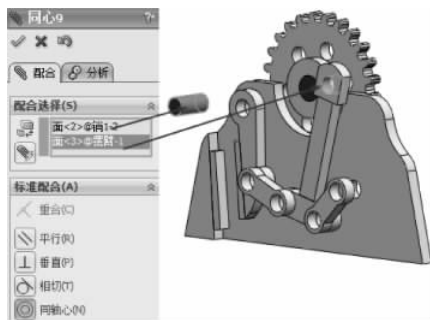

图 3-153 同轴心配合
(16) 选择【标准配合】选项组下的【同轴心】配合类型 , 在【要配合的实体】选择框  中选择如图 3-153 所示的面, 其他保持默认, 单击【确定】按钮 , 完成同轴心配合。